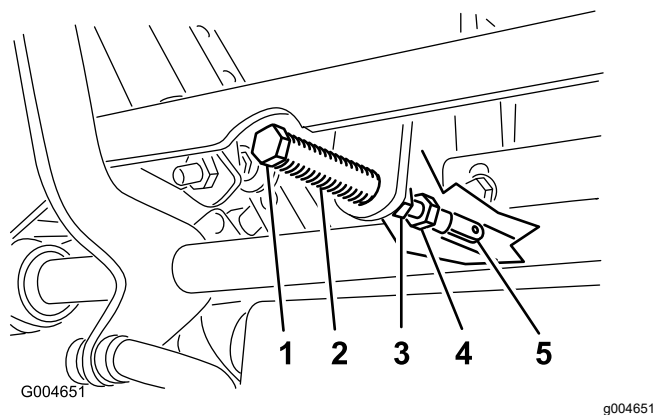

图 50
5. 如图 50 所示向回拉控制杆直至柱销在枢轴臂上接触到槽的端部刚开始对弹簧施加压力。
7. 如果需要调节请松开紧靠轭的螺母和锁紧螺母图 50。
8. 对移动控制杆施加轻微的向后压力将调节螺栓的头部朝适当的方向转动直至控制杆在空档锁定位置中居中图 50。
9. 旋紧螺母和锁紧螺母图 50。
10. 拧紧球窝接头的锁紧螺母图 50。